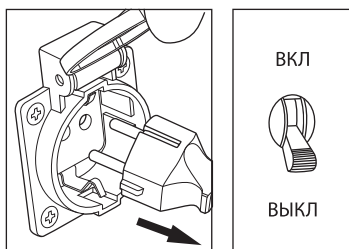

Рис. 12
6. Отсоедините все электрические нагрузки, отключите подачу напряжения на панели штепсельных розеток. Переведите основной прерыватель цепи переменного тока в положение «ВЫКЛ» (рис. 12).